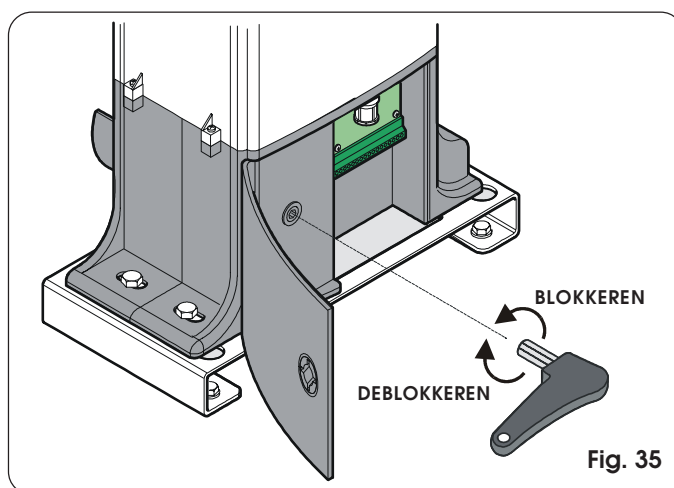

Fig. 35
- Haal de bijgeleverde sleutel die achter het luikje zit weg; steek deze in het ontgrendelsysteem en draai hem met de klok mee tot de mechanische aanslag (fig. 35).
- Draai de ontgrendelsleutel tegen de klok in tot aan de mechanische aanslag (fig. 35).